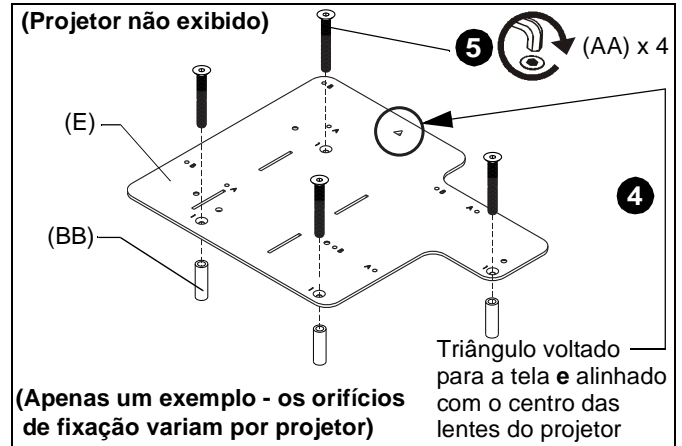
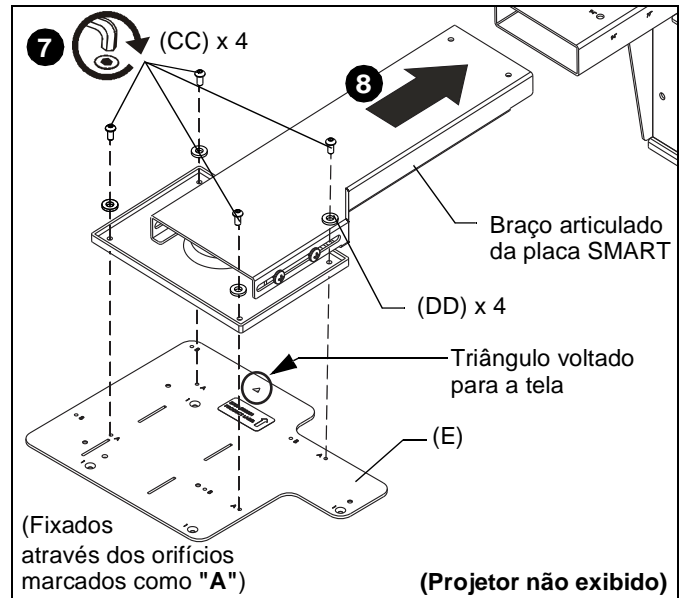

Figura 5
Figura 6
3. Coloque quatro espaçadores (BB) nos insertos rosqueados na parte inferior do projetor.
4. Coloque o suporte de interface (E) (com as marcações "A" e "B" visíveis) na parte inferior do projetor, alinhando os orifícios de montagem (marcados como "1") no suporte com os espaçadores e os pinos na parte inferior do projetor, garantindo que o triângulo nos pontos do suporte fiquem voltados para a tela, e alinhe com o centro das lentes do projetor. (Ver Figura 5)
5. Coloque quatro parafusos (AA) de cabeça chata M4 x 35 mm nos orifícios de montagem marcados como "1", através dos espaçadores (BB) e adentrando os pinos.
7. Utilizando quatro parafusos de cabeça abaulada (CC) e quatro arruelas M4 (DD), prenda o suporte de interface (a) com o projetor fixado à extremidade do Braço articulado da placa SMART através dos orifícios de montagem marcados como "A". (Ver Figura 6)
8. Seguindo as informações na Tabela 2, deslize o braço articulado da placa SMART no suporte da placa SMART no local correto para a extensão e altura do braço, de acordo com o modelo do projetor e da placa SMART. (Ver Figura 6)